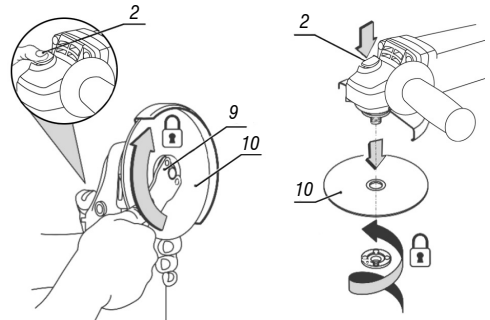

Fig. 7 – Sustitución del disco
- Presione el botón traba del eje (2);
- Suelte la tuerca con la llave (9);
- Retire el disco (10), Fig. 7;